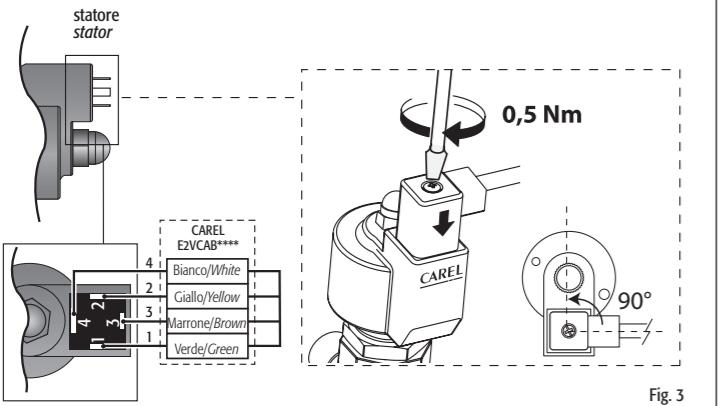

Fig. 3
7. Collegare il connettore già cablato al motore passa passo nel relativo alloggiamento e serrare la vite con una coppia di 0,5Nm seguendo le indicazioni in Fig. 3. Collegare a questo punto l'estremità quadrupolare del cavo nei relativi morsetti del Driver CAREL EVD*** o relativo controllo omologato CAREL ed impostare i parametri secondo il set riportato nella tabella sottostante.
7. Connect the pre-wired connector to the socket on the stepper motor and tighten the screw, applying a force of around 0,5 Nm, following the instructions shown in Fig. 3. Then connect the four-pin end of the cable to the corresponding terminals on the CAREL EVD*** driver or other approved CAREL controller, and set the parameters according to the values shown in the table below.
7. Raccorder le connecteur déjà câblé au moteur pas à pas dans le logement correspondant et serrer la vis avec un couple de 0,5Nm en suivant les indications de la Fig. 3. Connecter ensuite l'extrémité quadrupolaire du câble aux bornes correspondantes du Driver CAREL E4V*** ou du régulateur homologué CAREL et configurer les paramètres selon la valeur reprise au tableau ci-dessous.